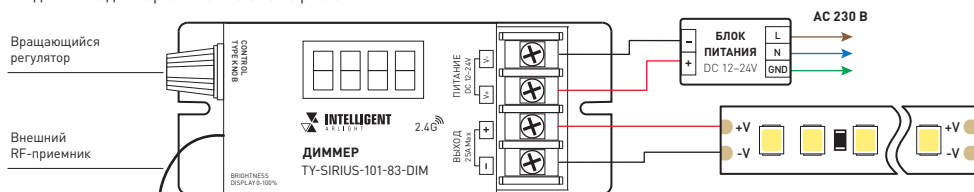

Рис. 3. Схема подключения диммера
- 3.3. Подключите диммер согласно схеме на рис. 3.